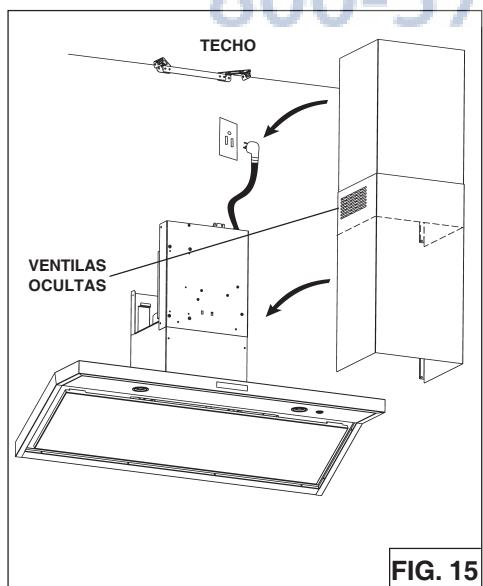

FIG. 15
5. Conecte el cable eléctrico en el tomacorriente (Fig.15).